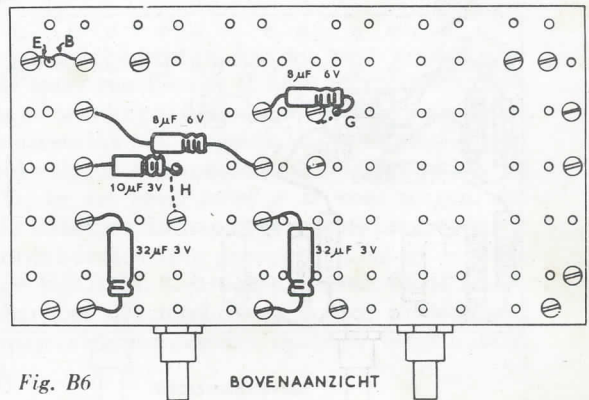

Fig. B6
- Maak van blank montagedraad de **verbindingen B, C en D**. Leiding B gaat door een gat in de bruine isolatieplaat en moet aan de andere zijde hiervan worden aangesloten. Kijk hiervoor maar vast naar figuur B6, daar vind je deze draad bij de letter B terug.
- Monteer deze twee condensatoren volgens fig. B4, de grootste ($12\frac{1}{2} \text{ V}$) links en de korte dikke (3 V) rechts. Denk er om, dat elektrolytische condensatoren in een bepaalde stand moeten worden aangebracht. De zijde, waar een ril in het kokertje is aangebracht, is de **pluszijde**. In de figuur is duidelijk aangegeven waar deze moet komen. Aansluitdraad E van de grootste condensator verdwijnt door een gat in de isolatieplaat. Zie daarvoor fig. B6.
12. Keer nu het apparaatje om en bevestig aan de bovenzijde twee elektrolytische condensatoren van 32 μF - 3 V (fig. B6). De aansluitdraden kunner op maat worden geknipt, maar pas op, dat ze niet te kort worden. Let er weer op, dat de rillen in de buitenzijde van de condensatoren aan de goede kant komen.
13. Breng nu de twee elektrolytische condensatoren van $8 \mu\text{F} - 6 \text{V}$ op hun plaats (fig. B6). Let natuurlijk weer op de juiste stand. Zorg er ook voor, dat ze precies op de plaats komen, die in de tekening is aangegeven, anders kun je straks de andere onderdelen niet goed monteren. Eén van de aansluitdraden (G) gaat door een gat in de montageplaat naar een klem aan de onderzijde. Deze aansluitdraad kun je terugvinden in fig. B5, waar hij eveneens met G is gemerkt.
14. Monteer vervolgens een elektrolytische condensator van $10 \mu\text{F} - 3 \text{V}$ (fig. B6). Ook van deze condensator gaat één aansluitdraad, gemerkt met de letter H, naar een klem aan de onderzijde. In fig. B5 kun je zien, welke klem dat is. Denk weer aan de juiste plaats van de rillen.